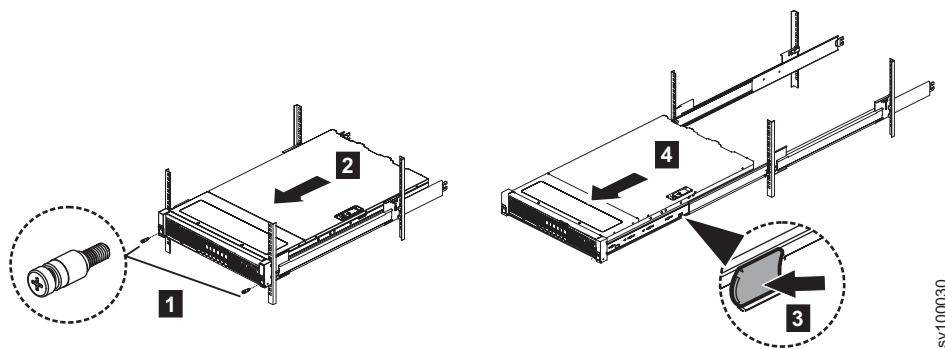

Figura 5. Deslizando o nó para fora do rack e removendo os parafusos frontais
2. Opcional: Remova os parafusos frontais e deslize o nó para fora do rack, conforme mostrado em Figura 5.